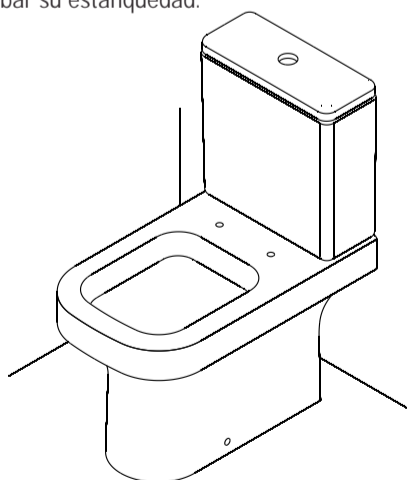

Fig. 7
**5** Fixe a louça no piso, de modo que os furos laterais coincidam com o suporte "L" e pressione-a (efetuar esta operação com a ajuda de outra pessoa) (Fig. 6). Com a bacia na posição, fixe-a com o parafuso de fixação lateral e a bucha plástica (itens 5 e 6), e colocar os acabamentos (itens 7) (Fig. 7). Remova o excesso de silicone no contorno da bacia.
Obs.: Para melhor fixação da bacia no piso, rosquear o parafuso (item 5) apontando para baixo (Fig. 7).
With the basin in its position, fit it with the lateral fitting screw and the plastic bushing (items 5 and 6), and place the finishing (item 7) (Fig. 7). Remove the excess of silicone around the contour of the basin.
Obs.: For better fitting of the basin to the floor, tighten the screw (item 5) facing downwards (Fig. 7).
Con el sanitario en la posición, fijelo con el tornillo de fijación lateral y el buje plástico (itens 5 y 6), y colocar los acabamientos (itens 7) (Fig. 7). Quite el exceso desilicona alrededor del sanitario.
Obs.: Para mejor fijación del sanitario en el piso, enroscar el tornillo (item 5) apuntando hacia abajo (Fig. 7).
**8** Bacia montada (Fig. 7). Antes de considerar terminada a instalação, testar sua estanqueidade.
Assembled basin (Fig. 7). Before considering the installation as completed, test for leaks.
Retrete instalado (Fig. 7). Antes de considerar terminada la instalación probar su estanquedad.